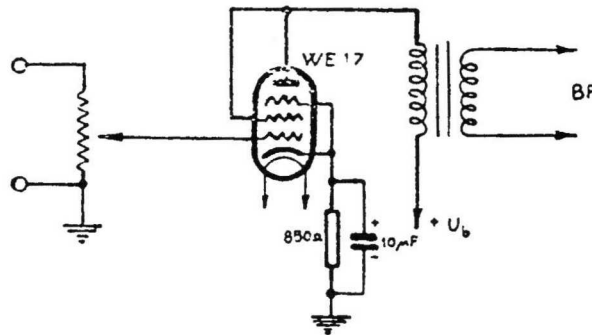

Fig. 13.40. - WE17 triodo finale (V. anche la fig. 13.50).
3. Come triodo (placca unita a schermo) fig. 13.40: